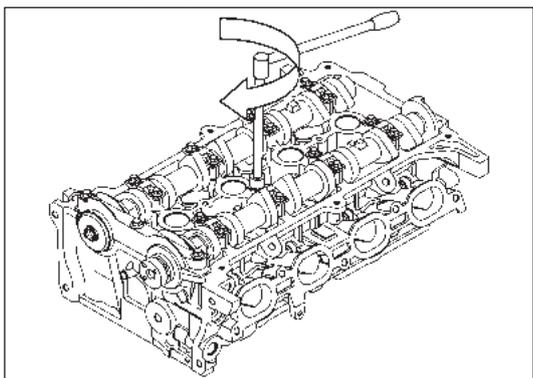
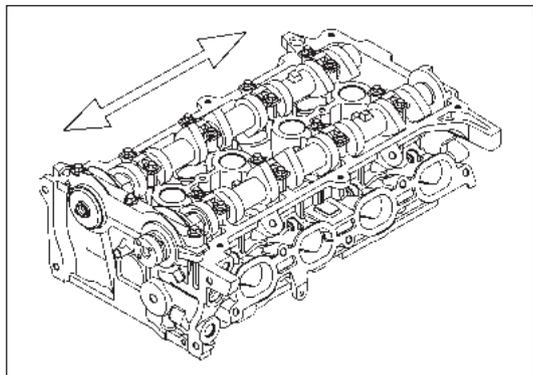

Рис. 12-3-28. Установка крышки подшипника распределительного вала
Рис. 12-3-29. Измерение осевого зазора распределительного вала
- ⑤ Установить крышки подшипников распределительного вала, затем, установив шайбу, затянуть болт (M6×38) крышки подшипника, закрепив ее на головке блока цилиндров, как изображено на рис. 12-3-28.
- ⑥ Снять крышки подшипников распределительного вала.
- ⑦ При помощи измерительной шкалы на упаковке пластиковых пластин измерить ширину раздавленной пластиковой пластины в самом широком месте, что и будет соответствовать величине масляного зазора.
- » Перемещая распределительный вал вперед и назад, при помощи стрелочного индикатора измерить осевой зазор, как изображено на рис. 12-3-29.